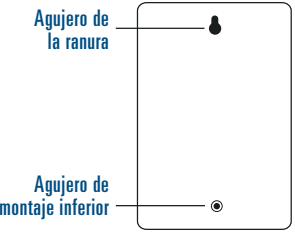

Ilustración A3: Parte trasera del programador de riego
- Cuelgue la ranura en forma de cerradura en la parte trasera del programador de riego del tornillo. [Ilustración A3]